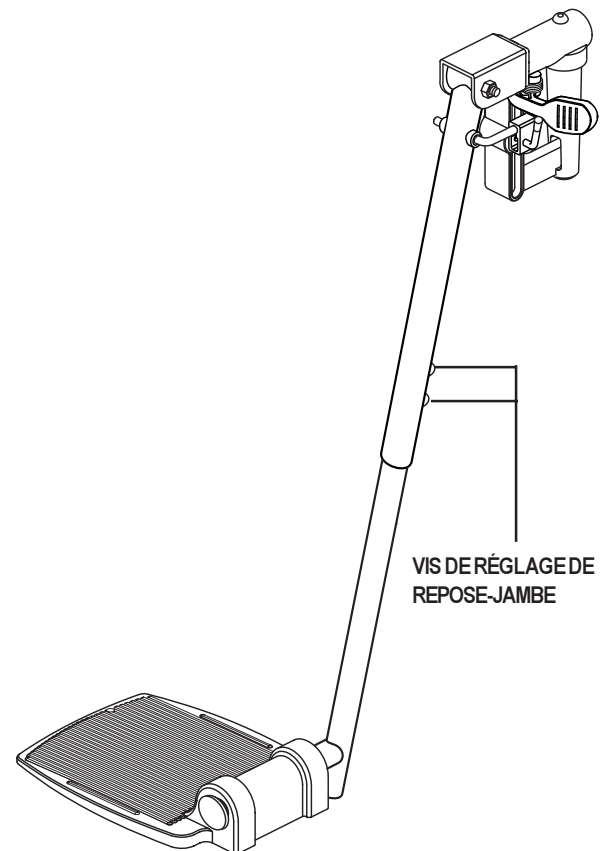

Figure 17. Repose-jambes réglables (les repose-pieds escamotables sont semblables).
1. Enlevez les deux vis situées sur le côté de chacune des extensions des repose-jambes. Voir la figure 17.